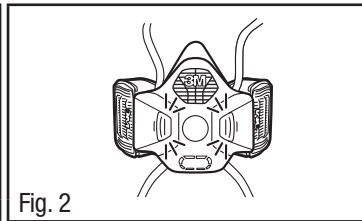

Fig. 2
2. Coloque a presión el cartucho/filtro en el conector hasta que el botón azul de liberación del cartucho/filtro se levante y genere un sonido (Fig. 2).